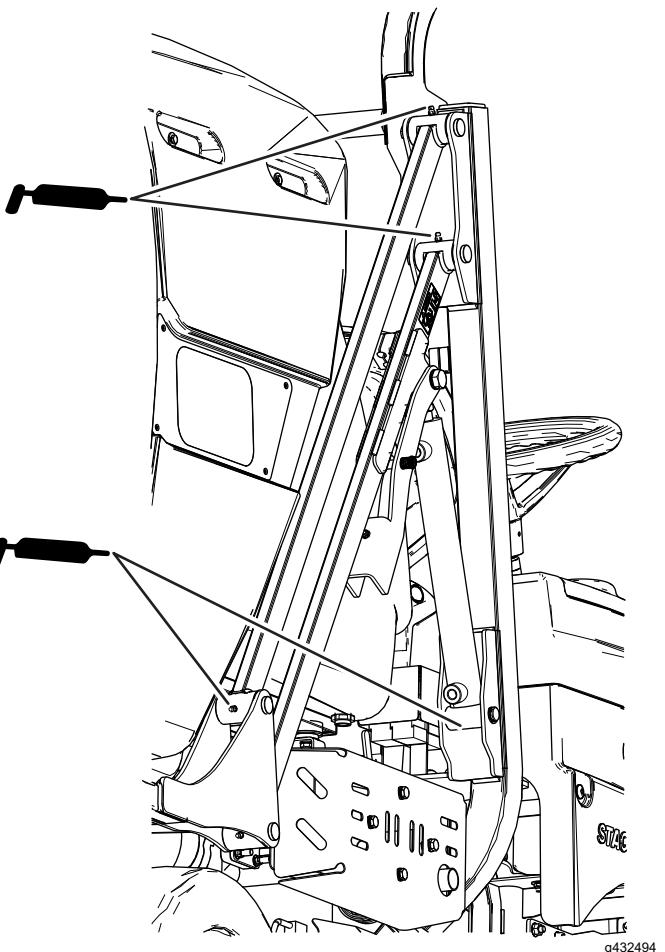

Figura 43
- Braços da tremonha (Figura 43)